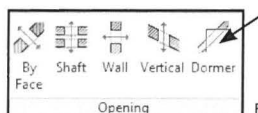

Fig. 09.158.
- Klik *Architecture* fanebladet. I højre side, findes forskellige *Opening* værktøjer (Fig. 09.158).
- Vælg *Dormer*, som betyder kvist (Fig. 09.158).